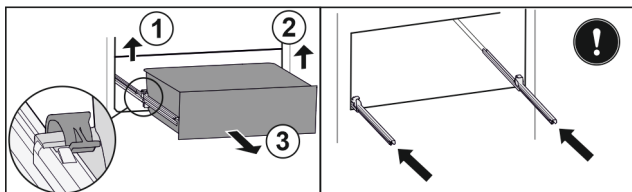

Fig. 126
- Ridicați clema din stânga și trageți concomitent sertarul din stânga spre înainte. Fig. 126 (1)
- Ridicați clema din dreapta și trageți concomitent sertarul din dreapta spre înainte. Fig. 126 (2)
- Extrageți sertarul spre înainte. Fig. 126 (3)